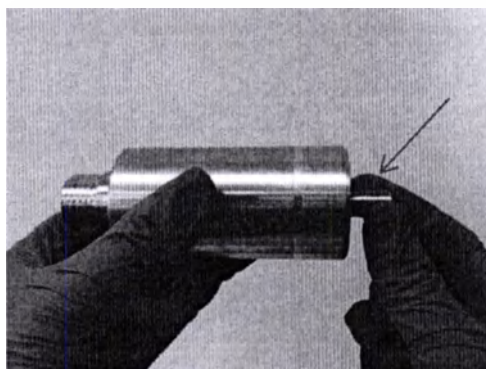

Рис. 12.22 – Защитный колпачок 2 волоконного адаптера
12.9.3.1 Открутите защитный колпачок 2 с волоконного адаптера (рис.12.22).